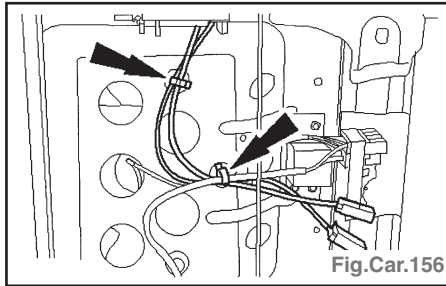

Fig.Car.156
- Débrancher le contacteur de boucle de ceinture de sécurité et les faisceaux de câblage de prétensionneur de boucle de ceinture de sécurité de la face inférieure de siège (Fig.Car.156).